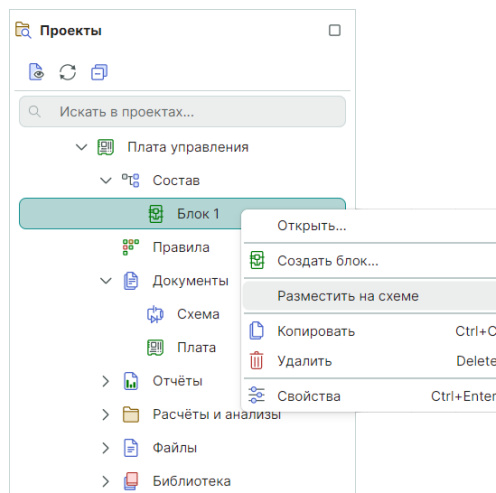

Рис. 297 Выбор блока в дереве проектов
1. Откройте узел «Состав» в дереве проектов, выберите нужный блок и выберите пункт «Разместить на схеме» в контекстном меню, см. Рис. 297.